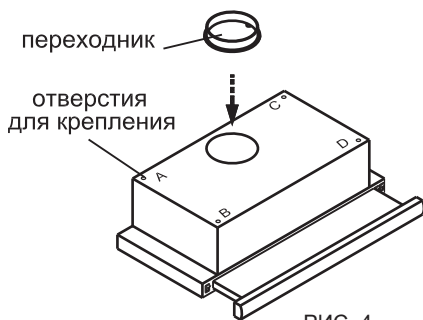

РИС. 4
6.1 Установите пластиковый переходник и зафиксируйте его защелками (рис.4).